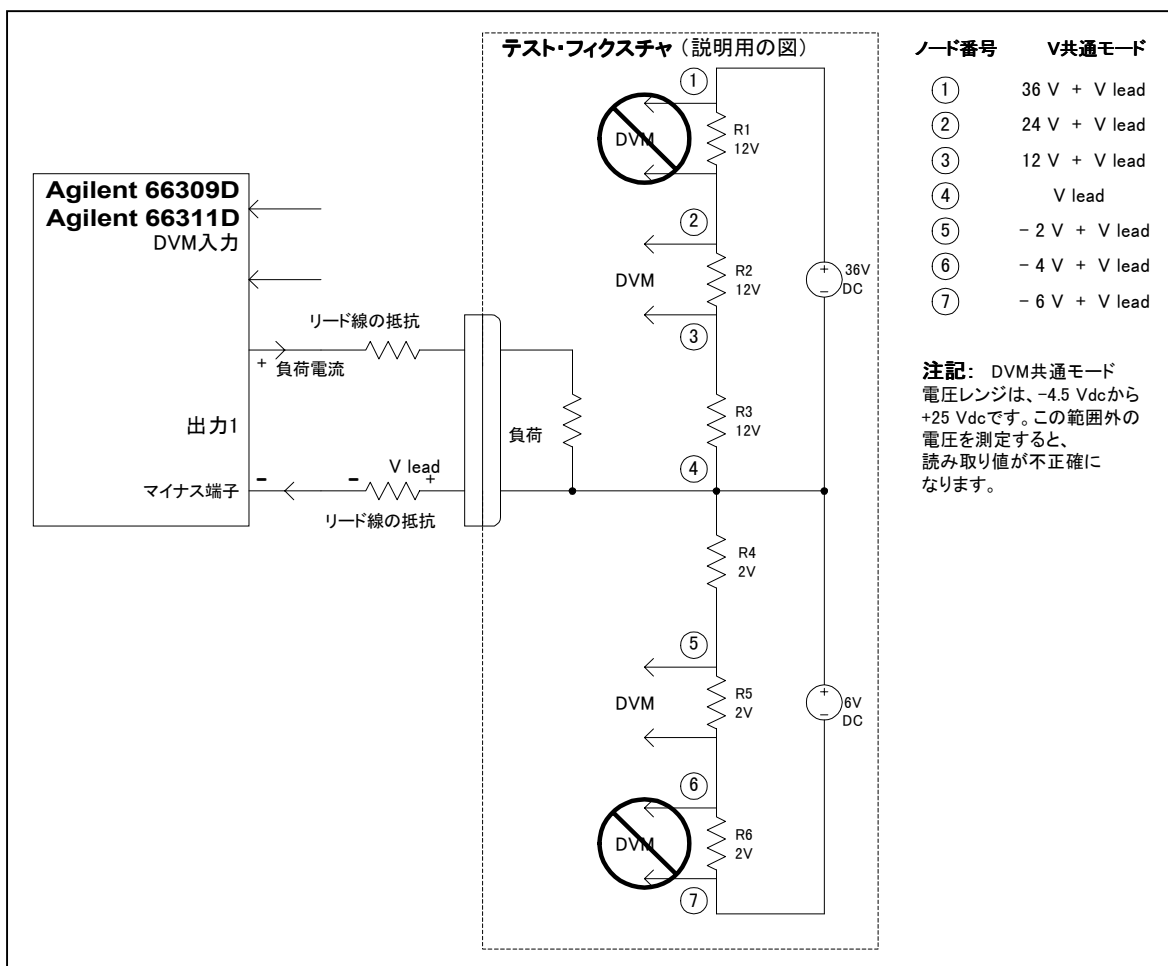

図 3-8. メイン出力を電源としない回路の測定
DVMの測定回路はメイン出力のマイナス端子を内部基準としているため、正確なDVMの測定を保証するためには以下の制約に従う必要があります（図3-8を参照）。
- ◆ メイン出力のマイナス端子を基準にして、 $+25$ Vdc以上の電圧を測定することはできません。このような状況は図3-8のR1に示されており、全体の電圧降下は 12 Vdcですが、メイン出力のマイナス端子を基準にすると 36 Vdc + Vleadとなります。
- ◆ メイン出力のマイナス端子を基準にして、 -4.5 Vdc未満の電圧を測定することはできません。このような状況は図3-8のR6に示されており、全体の電圧降下は -2 Vdcですが、メイン出力のマイナス端子を基準にすると -6 Vdc + Vleadとなります。
- ◆ 測定したいポイントとメイン出力のマイナス端子との間の共通モード電圧を算出する際は、マイナスの負荷リード線の電圧降下もすべて計算に入れる必要があります。例えば、図3-8では、マイナスの負荷リード線の電圧降下が 2 Vとすると、R2全体の電圧降下 12 Vdcを正しく測定することはできません。その理由は、負荷リード線の電圧降下をR2およびR3全体の電圧降下に加えると電圧は 26 Vdcとなり、DVMの共通モード定格電圧 $+25$ Vdcを超えてしまうからです。